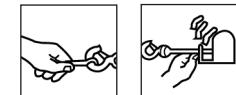

Fig. 4
*Vous devez porter des gants en cuir lorsque vous manipulez le câble. Ne laissez jamais filer le câble dans vos mains, même en portant des gants. Lors de la manipulation du crochet, vous devez toujours utiliser le système de protection (figure 4). Ne mettez jamais vos doigts dans le crochet. Si vous placez vos doigts dans le crochet, vous pouvez vous blesser.*